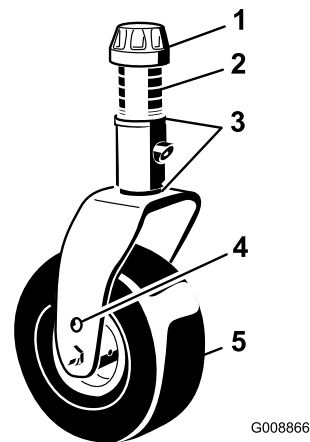

Bild 23
3. Nehmen Sie die Spannkappe von der Laufradwelle ab (Bild 23). und schieben Sie die Welle aus dem Laufradarm. Legen Sie zwei Beilagscheiben (3 mm) so auf die Laufradwelle, wie sie ursprünglich montiert waren. Schieben Sie die entsprechende Anzahl der 13 mm Distanzstücke auf die Welle, um die gewünschte Schnitthöhe zu erhalten.
4. Schieben Sie die Laufradwelle durch den vorderen Laufradarm. Legen Sie die Beilagscheiben (wie ursprünglich montiert) und die restlichen Distanzstücke auf die Welle. Bringen Sie die Spannkappe an, um das Teil zu befestigen (Bild 23).